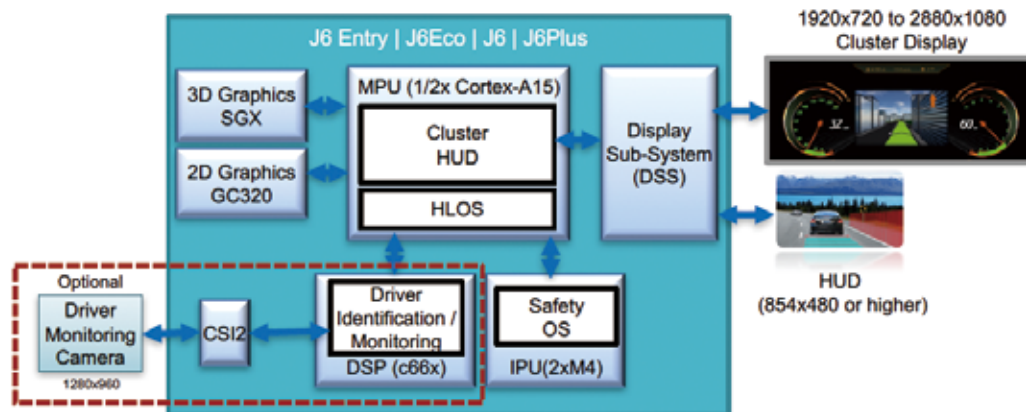

図 7. ドライバー監視と HUD を統合するための Jacinto 6 のアーキテクチャ。
- オプションのDSPコアとマルチメディア・コアはドライバーの監視と識別、スマートフォンの投影のような機能を統合し、システム・コストの大幅な上昇を回避。図7に、リファレンス・アーキテクチャを示します。